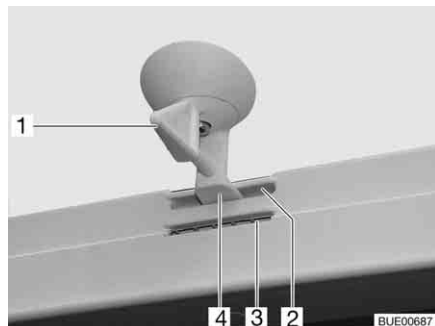
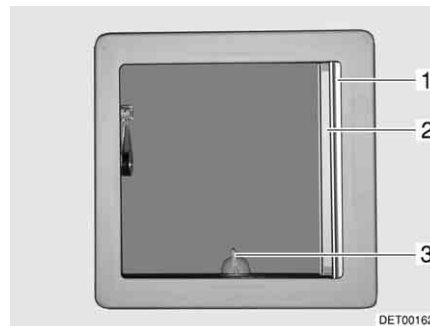

Fig. 49 Oblò inclinabile, bloccaggio
Fig. 50 Oblò inclinabile
- Ruotare la leva (Fig. 49,1 o Fig. 50,3) di un quarto di giro.
- Girare la leva di un quarto di giro. Il bloccaggio (Fig. 49,4) deve entrare nella feritoia inferiore (Fig. 49,3).
- Girare la leva di un quarto di giro. Il bloccaggio (Fig. 49,4) deve entrare nella feritoia superiore (Fig. 49,2).
- Tirare la tendina oscurante pieghevole (Fig. 50,1) fino alla posizione desiderata e rilasciare. La tendina oscurante pieghevole rimane in questa posizione.
- Estrarre la zanzariera a rullo (Fig. 50,2) fino a quando non scatta il bloccaggio dalla parte opposta.